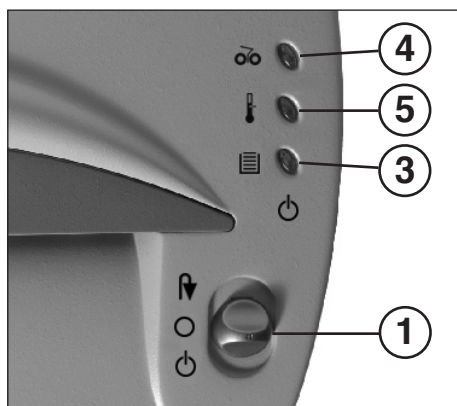

Рис. 1
1 = функциональный переключатель (рис. 1)
3 = Контрольная лампочка (рис. 1)
4 = Контрольная лампочка (рис. 1)
5 = Контрольная индикация (рис. 1)
- Переведите функциональный переключатель (1) (рис. 1) в положение «». Загорается контрольная лампочка (3) (рис. 1) (зелёный).
Следите за тем, чтобы прибор в ночное время был выключен с помощью функциональный переключатель (1), (рис. 1). Переведите функциональный переключатель в положение "О".
- Загорается контрольная индикаторная лампочка (4) (рис. 1).
- Сначала переведите функциональный переключатель (1) (рис. 1) в положение "I" (загруженный материал выходит назад) и затем сразу в положение "О".
- Контрольная индикация (4) (рис. 1) погаснет.
- Вышедшую назад бумагу оторвите немного выше загрузочного отверстия и затем переведите функциональный переключатель (1) (рис. 1) в положение "O".
- Переведите функциональный переключатель (1) (рис. 1) в положение "O".
если происходит перегрузка двигателя, то он отключается. Загорается контрольная индикаторная лампочка (5) (рис. 1). Выключите прибор с помощью функциональный переключатель (1) (рис. 1) (положение "O"). По истечении времени охлаждения 25-30 минут (в зависимости от температуры в помещении) Вы можете снова включать прибора.